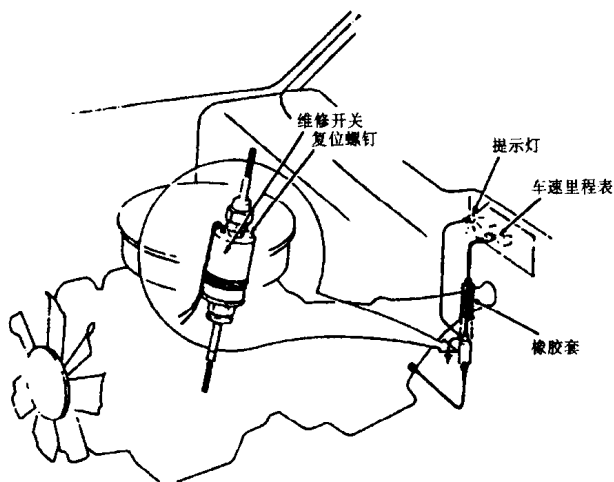

图 1-12 排放维修提示系统
b. 用一个电压表检查插接件A的1号和5号端子间的电压,如图1-12。电压值应当是蓄电池的电压。若不是,则应当检查熔断器内是否有断路的情况。
c. 用一个电阻表测量插接件A的15和18端子之间的电阻,如图1-12。电阻表指示值应为 0Ω 。此时,如果是显示屏不亮,则应更换监控器。如果是显示错误的信息,应参考“自诊断系统”。若测得的电阻值不是 0Ω ,那么应当检查电路中是否有开路的情况。
d. 关严各车门,用电阻表测量插接件A端子6、7、8和9两两之间的电阻值,如图1-12。电阻表指出的读数应为无穷大。若读数不是无穷大,则应检查电路中是否有与地短路的情况。
2) 如果监视系统不能选择模式,则拆开电路插接件B,如图1-12。然后按下下述步骤操作:
(1) 1980款 车辆每行驶30000mile,仪表板上会有一个报警灯变亮以提示氧传感器该更换了。该提示灯可以是机械式的(见图1-12)或电子式的。氧传感器更换后,需将该提示灯复位。